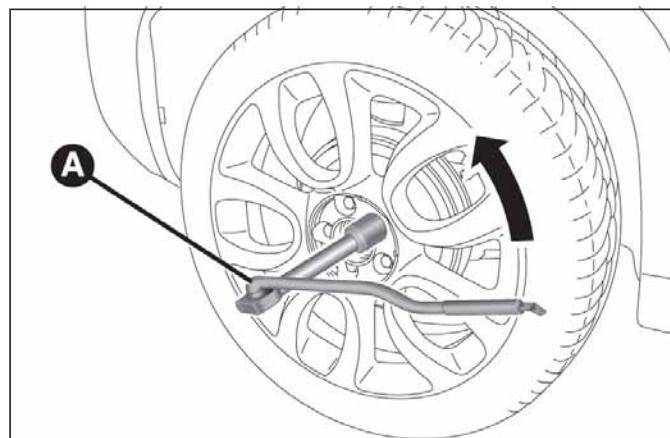

fig. 157
- ❑ tomar la llave A fig. 157 y aflojar una vuelta los tornillos de fijación. Para las versiones con llantas en aleación, mover el vehículo para facilitar la separación de la llanta del cubo de la rueda;
- ☐ introducir la llave A fig. 157 en el gato para extenderlo, hasta que la parte superior B se introduzca correctamente en el larguero C (a la altura de la marca ▽ indicada en el mismo larguero);
- ☐ tomar la llave A fig. 157 y apretar a fondo los tornillos de fijación;